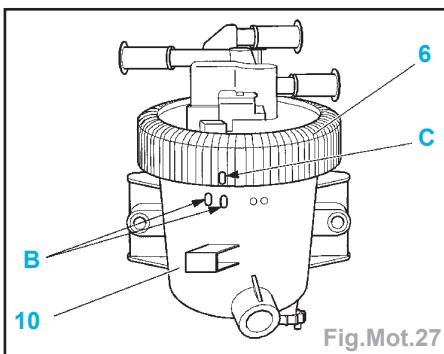

Fig.Mot.27
- Serrer la bague-écrou (6) jusqu'à alignement des repères (B) et (C) à l'aide d'une clé à sangle (Fig.Mot.27).